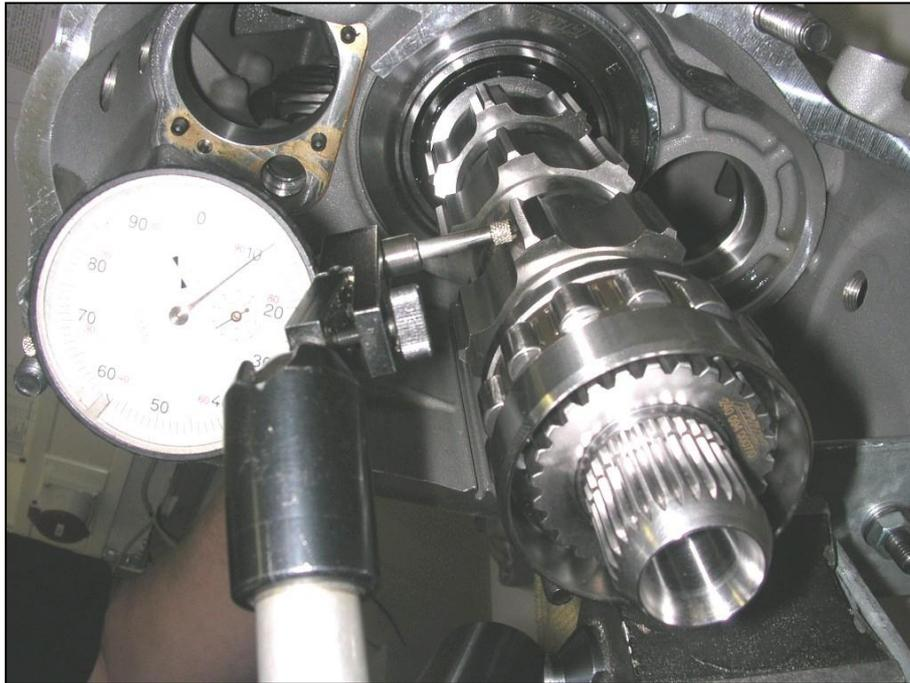

Bild 11
- Bei 20° C mit einer Messuhr das Flankenspiel der Ritzelwelle messen (siehe Bild. 11).